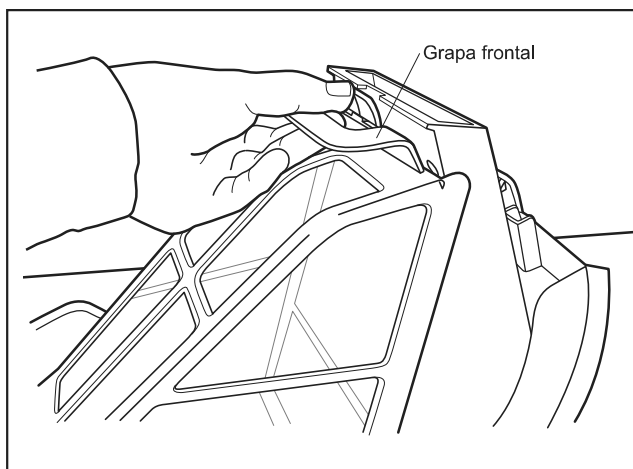

Figura 13. Coloque y el asegure el cartucho del filtro en su lugar
2. Gire el cartucho del filtro y bloquéelo en su lugar con la grapa principal. Consulte la Figura 13. Cuando el cartucho del filtro está instalado correctamente en la cubierta superior, estará agarrado firmemente.